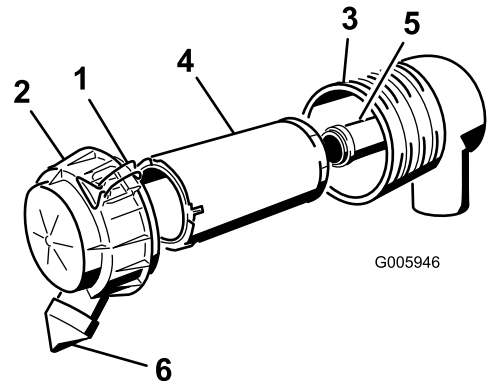

Figura 29
3. Abra los cierres del limpiador de aire y tire de la tapa del limpiador de aire para separarla de la carcasa del limpiador de aire (Figura 29).
6. Extraiga con cuidado el filtro primario del cuerpo del limpiador de aire (Figura 29). Evite golpear el filtro contra el lado de la carcasa.
- Si va a cambiar el filtro de seguridad, deslice cuidadosamente el filtro nuevo en el cuerpo del filtro (Figura 29).
- Deslice cuidadosamente el filtro primario por encima del filtro de seguridad (Figura 29). Asegúrese de que está bien asentado empujando sobre el borde exterior del filtro mientras lo instala.
- Instale la tapa del limpiador de aire con el lado que lleva la palabra UP hacia arriba, y fije los cierres (Figura 29).